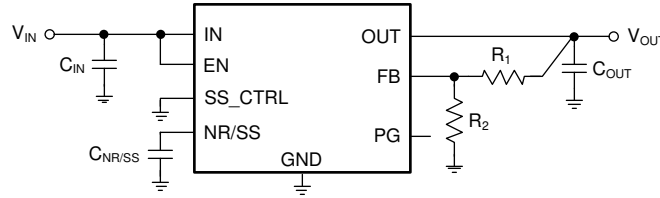

图 7-1. 可调节运行
如图 7-1 所示，可以使用电阻分压器网络在 0.8V 至 5.2V 范围内调节 TPS7A90 的输出电压。
(1) R₁ 从 OUT 连接到 FB；R₂ 从 FB 连接到 GND；请参阅图 7-1。